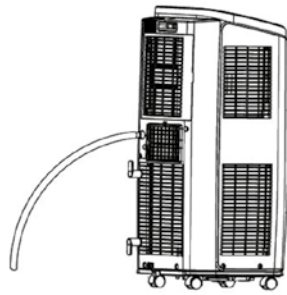

Abbildung 16
- 3 Schließen Sie einen Wasserschlauch (nicht im Lieferumfang enthalten) an die Schlauchtülle an (siehe Abbildung 16).